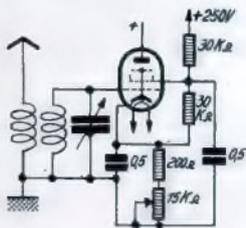
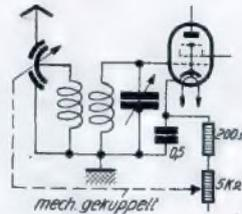

Abb. 3. Der Regelwiderstand im Kathodenkreis einer Regelröhre.
Abb. 4. Hier werden Antennen- und Kathodenkreis gleichzeitig geregelt.
Von den Röhren her sind wir Kennlinien gewohnt. Auch zum Sperrkreis gehören Kennlinien. Sie zeigen seine Sperrwirkung abhängig von der Frequenz in dem feiner Eigenfrequenz benachbarten Frequenzbereich. In Abb. 3 sehen wir den Strom, der sich für eine Spannung mit gleichbleibendem Wert und mit veränderlicher Frequenz ergibt. Abb. 4 zeigt den Sperrkreiswiderstand (Spannung:Strom) abhängig von der Frequenz. F. Bergtold.
Links: Abb. 3. Der bei gleichbleibender Spannung auftretende Sperrkreis-Gesamtstrom. Stimmt die Frequenz der Spannung mit der Eigenfrequenz des Schwingkreises überein (Frequenzabweichung Null), so dient der Strom lediglich zur Dekkung der Verluste.
Rechts: Abb. 4. Die „Resonanzkurve“ des Sperrkreises: Sein Widerstand ist abhängig von der Frequenzabweichung aufgetragen. Für die Frequenzabweichung Null (Eigenfrequenz) erreicht der Widerstand den höchsten Wert.
a) Im Hochfrequenzteil kann man die Lautstärke entweder entsprechend Abb. 2 oder 3 regeln. Beide Anordnungen sind bekannt und in zahlreichen Empfängern angewendet worden. Nach Abb. 2 wird man dort schalten, wo die Eingangsröhre nicht regelbar ist, nach Abb. 3 bei regelbaren HF-Röhren. Der Grundstrom des Spannungsteilers für die Schirmgitterspannung wird zweckmäßig über den Regler geführt, damit man die Lautstärke auf Null herabregeln kann. Eine neuere Schaltung zeigt Abb. 4. Hier wird gleichzeitig mit dem Verstärkungsgrad der Röhre die Antennenanpassung geändert.